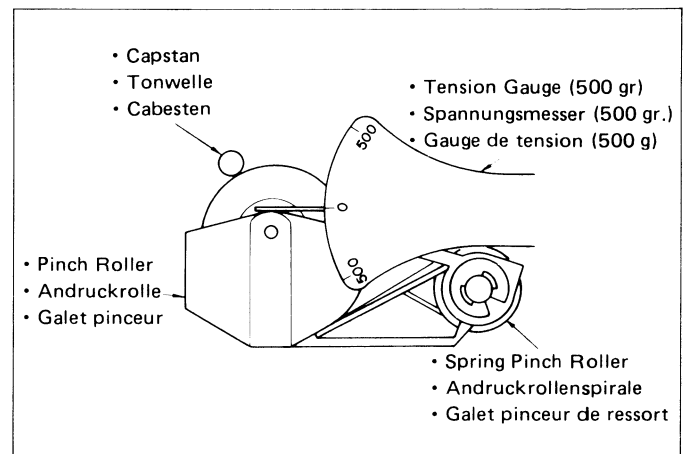

Figure 6-1 Abbildung 6-1
2. Push the pinch roller, at the point shown in Fig. 6-1, by using a tension gauge (500 gr.) so that it will come off the capstan. Then, slowly release the tension until the pinch roller hits the capstan again (i.e., the pinch roller is about to rotate again). Check, then, the tension gauge is reading 295 gr. to 365 gr.
2. Mit einem Spannungsmesser (500 gr) gegen die in der Abbildung 6-1 gezeigte Stelle drücken, um die Andruckrolle von der Tonwelle wegzubewegen. Dann die Druckkraft des Spannungsmessers allmählich verringern, bis die Andruckrolle erneut die Tonwelle berührt und sich zu drehen beginnt. Dann überprüfen, ob der Spannungsmesser zu diesem Zeitpunkt 295 bis 365 gr. anzeigt.
2. Pousser le galet pinceur au point que montre la Fig. 6-1 à l'aide d'une jauge de tension (500 g) de telle sorte qu'il se sépare du cabestan. Puis, relâcher lentement la tension jusqu'à ce que le galet pinceur touche de nouveau le cabestan (c'est-à-dire que le galet pinceur tourne de nouveau). Puis vérifier que la jauge de tension indique 295 à 365 grammes.